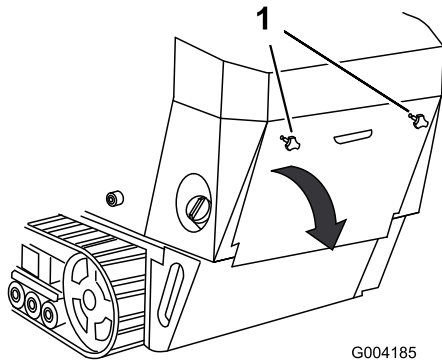

Figure 30
1. Dévissez les 2 boutons de fixation du couvercle d'accès arrière à la machine (Figure 30).
2. Basculez le couvercle d'accès arrière vers le bas et déposez-le pour accéder aux composants internes (Figure 30).